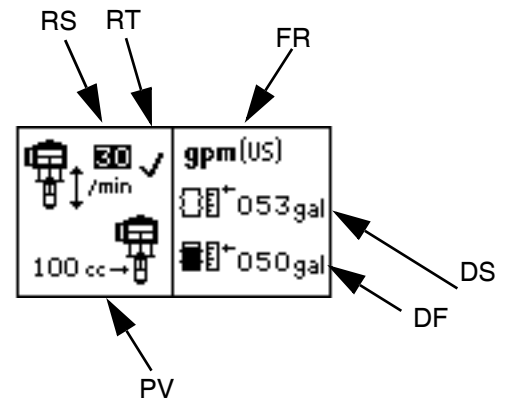

FIG. 22 : Écran de configuration 1
Utilisez l'écran de configuration 1 pour paramétrer la vitesse du cycle d'emballage (RS), activer/désactiver la protection contre l'emballement (RT), sélectionner le volume de la pompe par cycle (PV), sélectionner les unités de débit (FR), saisir la taille du tambour (DS) et saisir le volume de remplissage du tambour (DF). Consultez la FIG. 22.
Une fois la protection de l'emballage activée (RT), un symbole ✓ apparaît sur l'écran de configuration. Consultez la FIG. 22.
Pour désactiver la surveillance des emballements, passez en mode Configuration et mettez la valeur d'emballement à 0 (zéro) ou basculez (RT) sur arrêt. Consultez la FIG. 22.